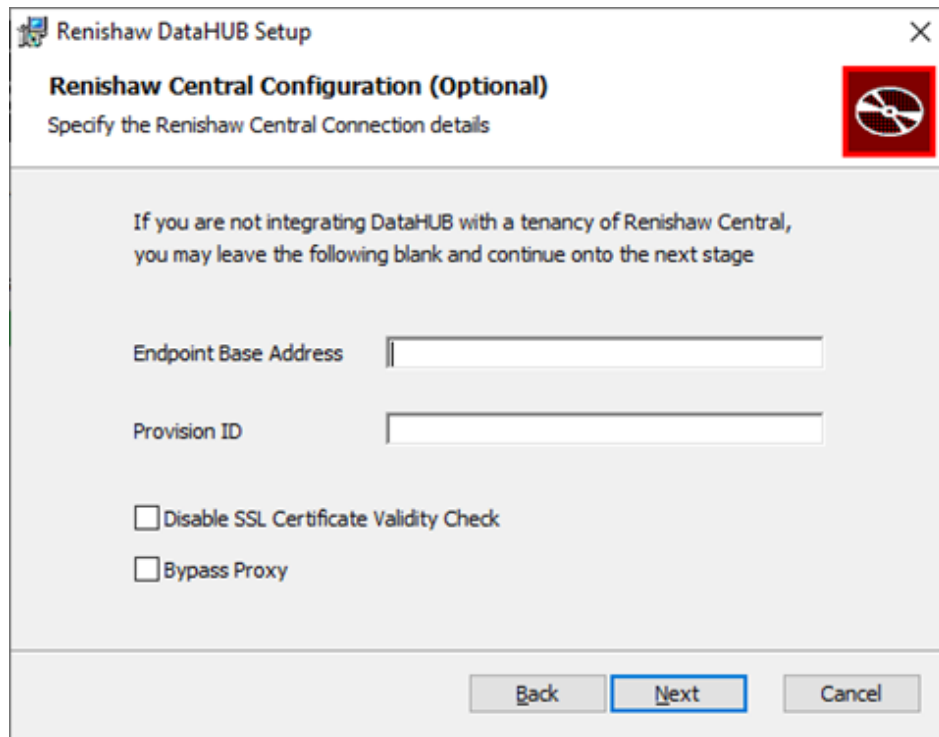

Figura 22 Configurazione di Renishaw Central
10. Fare clic su “Next” (Avanti). Per integrare DataHUB con una tenancy di Renishaw Central, è necessario fornire l’indirizzo dell’endpoint di Renishaw Central e l’ID provvisorio (vedere Figura 22). Per maggiori dettagli sul significato di queste impostazioni e su dove trovarle, vedere la sezione 9.1. Se non si desidera integrare DataHUB con una tenancy di Renishaw Central, questo passaggio può essere ignorato.